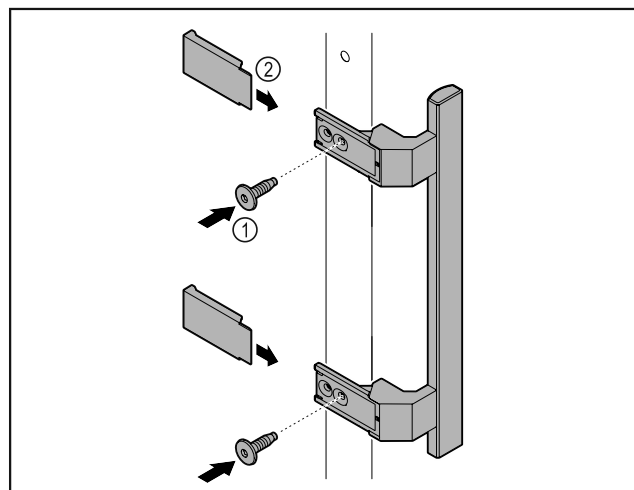

Fig. 6
- Fixer la poignée à la porte à l'aide des vis Fig. 6 (1) fournies.
- Poser les caches Fig. 6 (2).